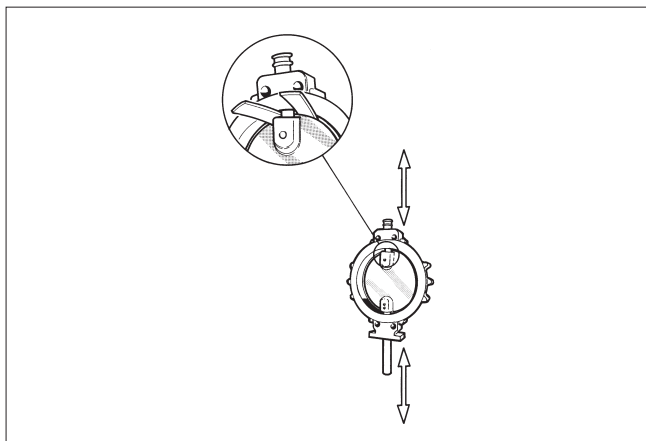

Bild 15 Skydda spjället vid demontering och montering.
- Lossa skruvarna (26) och blindflänsen (10) och ta bort packningen (18).
- Placera gummiremsor eller något annat skydd mellan spjällets kant och ventilhuset och ta loss spindlarna (se bild 15).
- Ställ spjället på ett vågrätt underlag med den flata sidan nedåt. Lyft huset i sådant läge kring spjället att dess spindelhål kommer mitt för spindelhålen i spjället. Skydda spjället (se bild 15).